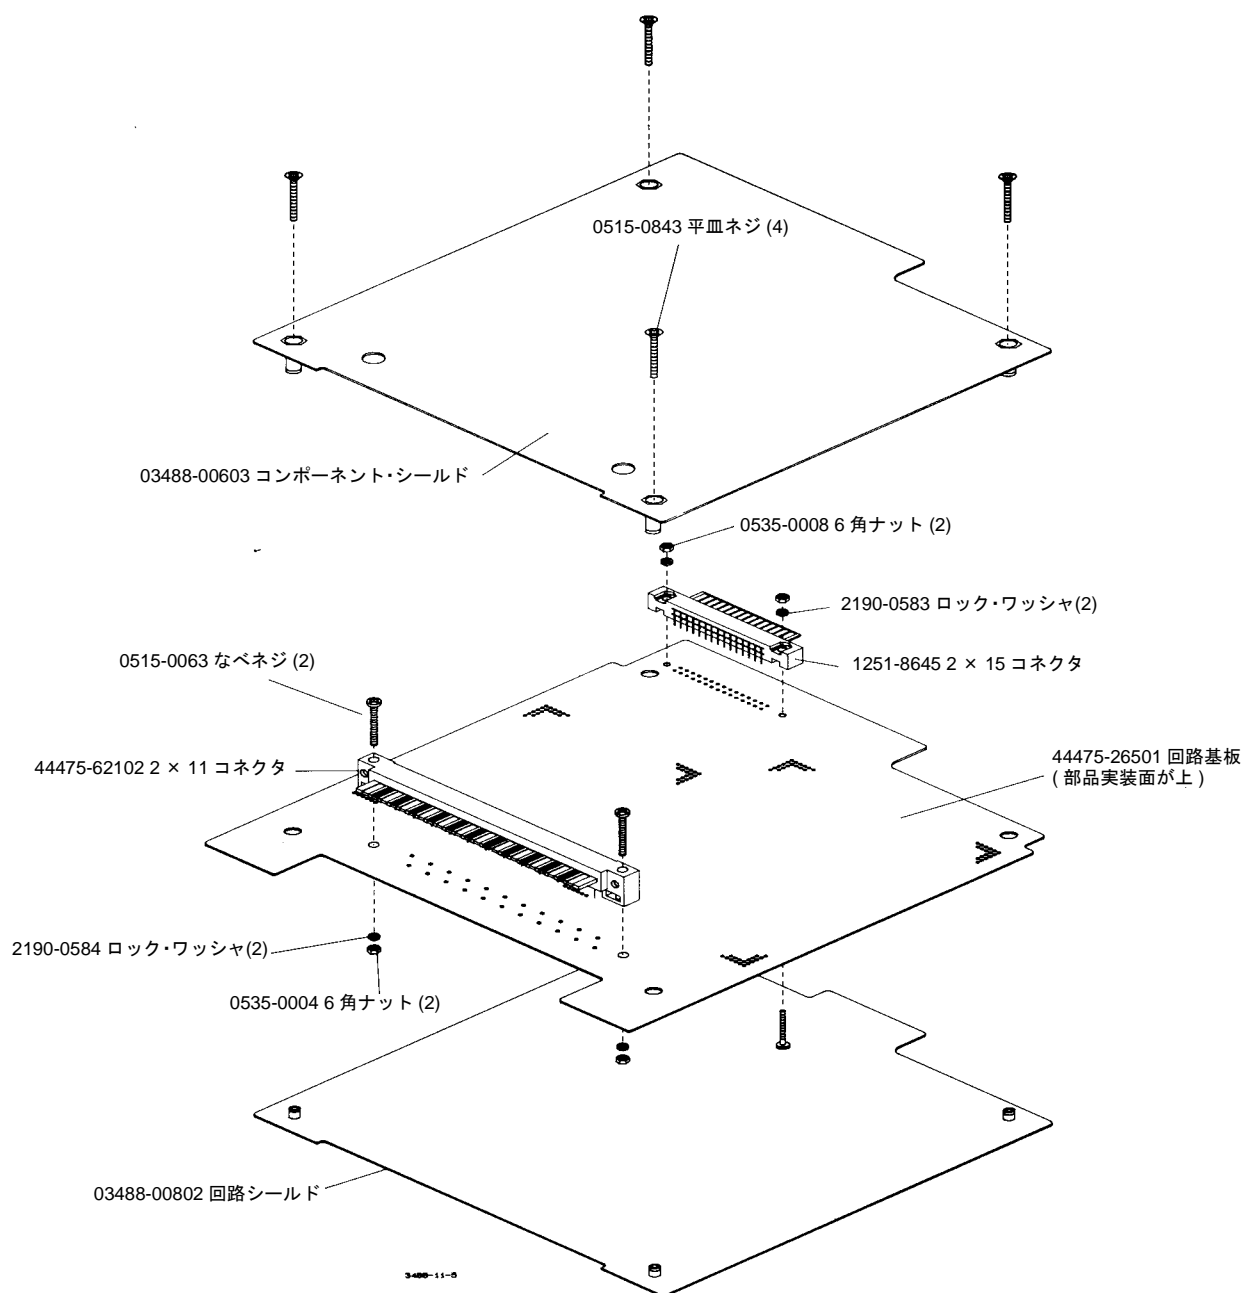

図8-83. ハードウェアの組み立て
- **ステップ3**として、ハードウェアを組み立てます。44475Aに付属するパーツの一覧を表8-47に示します。組み立ての際には330ページの図8-83を参考にしてください。